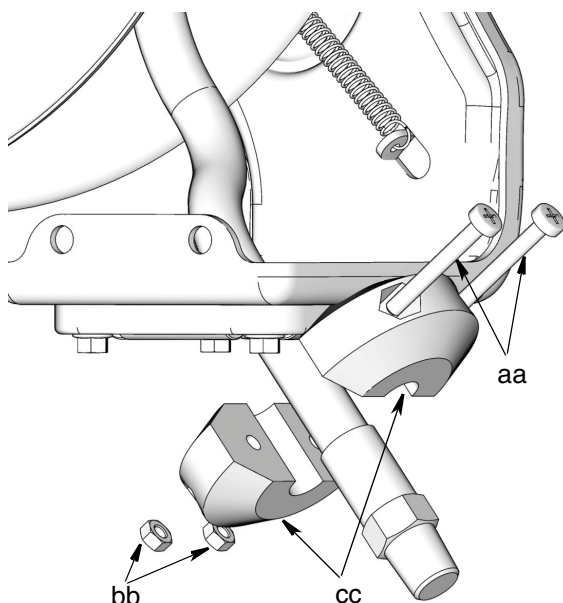

FIG. 20
5. Retirez l'arrêt de flexible de l'extrémité du flexible et mettez toutes les pièces dans un endroit sûr pour les réinstaller sur le nouveau flexible plus tard (FIG. 20).